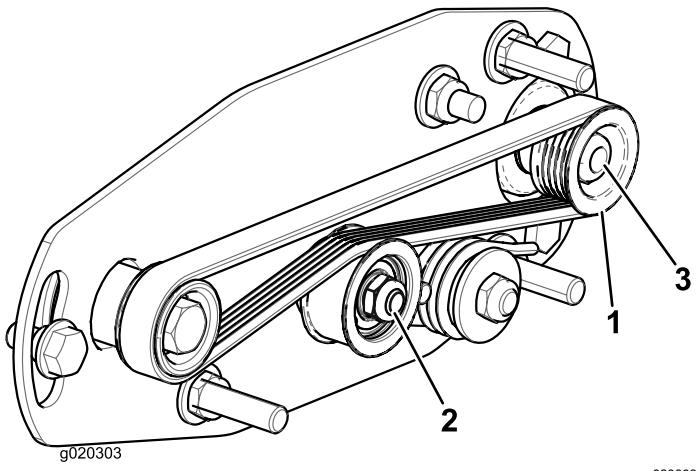
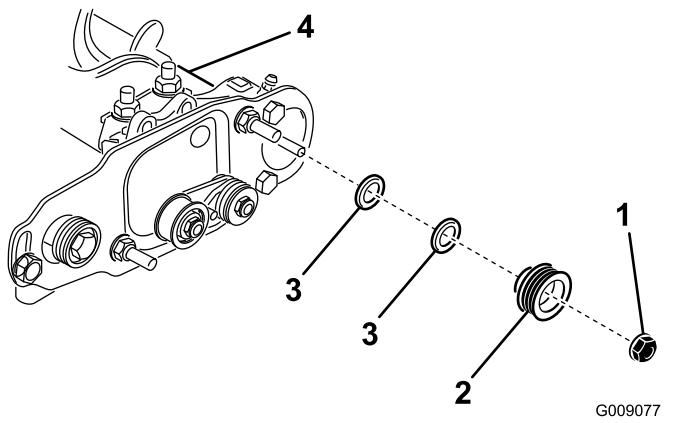

Figura 22
Figura 23
1. La puleggia condotta (all'albero della spazzola per rullo) può spostarsi in dentro o in fuori (Figura 22).
| 2. Mentre fate ruotare il cilindro, che farà ruotare a sua volta la puleggia motrice, fate leva sulla cinghia per staccarla dalla puleggia motrice (Figura 22) | |
3. Togliete il dado di bloccaggio che fissa la puleggia condotta all'albero della spazzola (Figura 22 o Figura 23).
4. Rimuovete la puleggia condotta dall'albero (Figura 23).
5. Se occorre spostare in fuori la puleggia, aggiungete una rondella dello spessore di 0,8 mm (Figura 23).